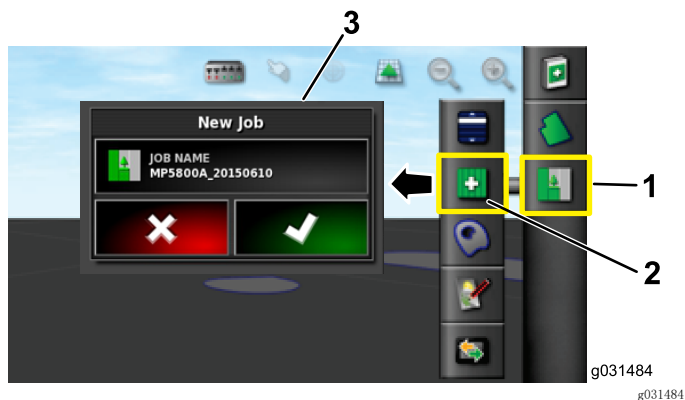

图11
- 选择屏幕右上方的工作菜单图标（图11）。
- 输入工作的新名称，或保留默认时间标记（图11）。